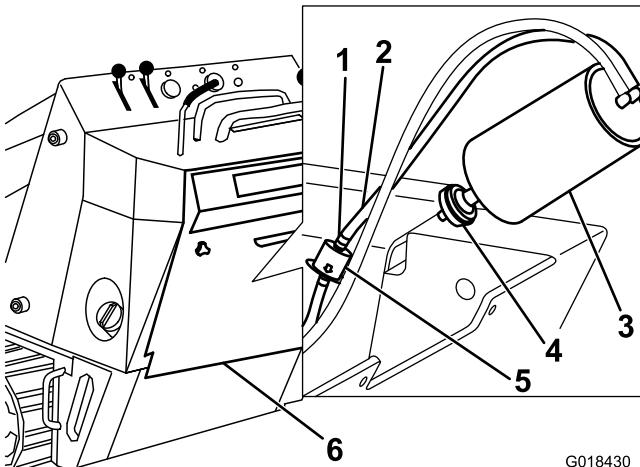

Рисунок 31
3. Снимите и удалите в отходы воздушный фильтр (Рисунок 31).
4. Установите новый фильтр в угольный элемент (Рисунок 31).
3. Переместите планговые хомуты пружинного типа с обеих сторон фильтра линии продувки с угольным элементом в стороны от фильтра (Рисунок 31).
4. Снимите и удалите в отходы фильтр линии продувки (Рисунок 31).
5. Установите новый фильтр в шланг так, чтобы стрелка на фильтре была направлена в противоположную от угольного элемента сторону, и зафиксируйте его планговыми хомутами (Рисунок 31).